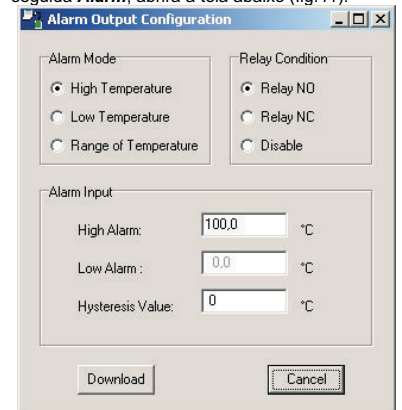

Fig. 41
- Após de ser feito o download da configuração de entrada a tela de configuração de alarme abrirá automaticamente, se a tela de configuração de alarme não abrir, no menu principal entre em **Configure** em seguida **Alarm**, abrirá a tela abaixo (fig.41):